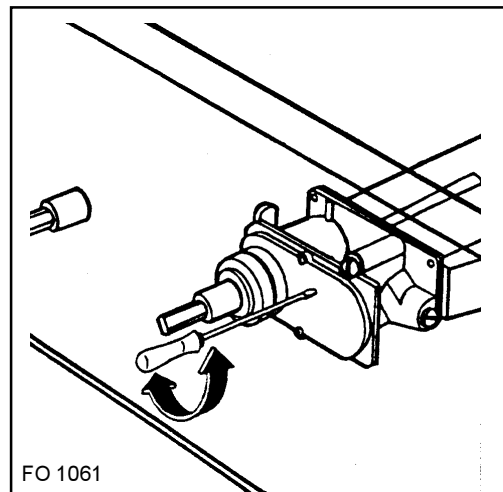

Fig. 18 FO 1061
6. Agite con un cacciavite a lama sottile (fig. 18) sullo spillo by-pass posto in alto a destra dell'asta del termostato.